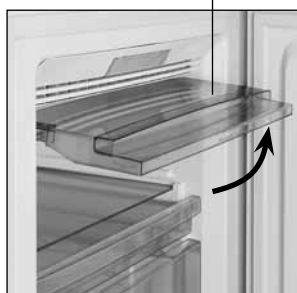

Figura 6
**3.2** Pentru a încarca produsele pe raftul de sticlă de sus ridicați porțița până la fixarea ei în poziție orizontală cum vedeți în figura 6.